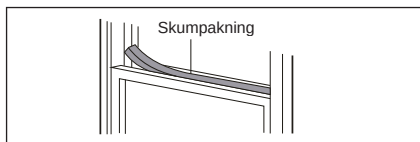

Fig. 17
7. Skjær skumpakningen til egnet lengde, og tett åpningen mellom den øvre vinduskarmen og det ytre vinduet, slik som vist i Fig. 17.